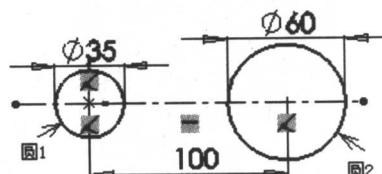

图 1-3 标注圆心距离
- 标注尺寸。单击智能尺寸按钮，将两个圆心间的距离标注为 100mm，两个圆的直径分别标注为 35mm 和 60mm，如图 1-3 所示。